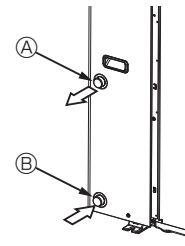

Fig. 4-1
4.1. Spojenie vodného potrubia (Fig. 4-1)
- Polohu prívodu a vývodu znázorňuje Fig. 4-1.
[Fig. 4-1]